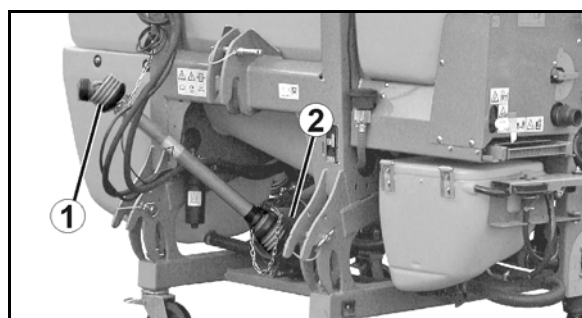

Рис. 12
- Рис. 12/...
- (1) Защитный кожух карданного вала
- (2) Защитная воронка со стороны агрегата